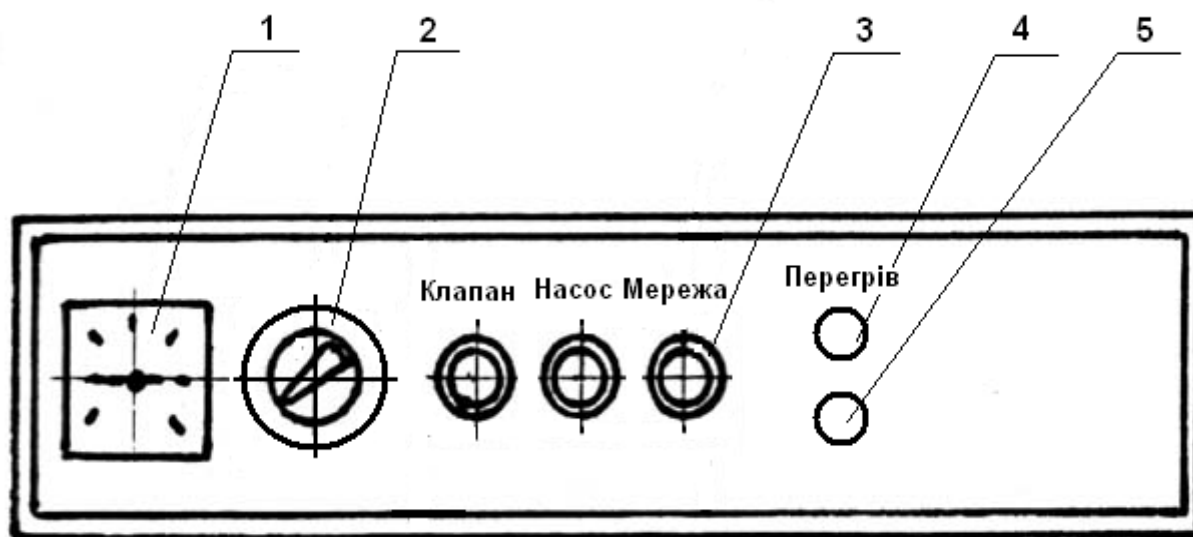

Рисунок 3. Пульт управления
6.1.6 Для соответствия действительной температуры воды в отопительном аппарате с показаниям температуры на указателе температуры (поз.1 рис.3) необходимо заполнить наклонную гильзу для термобаллонов, расположенную под коробом (поз.7 рис.1), маслом типа индустриальное ГОСТ 20799-75, швейное ГОСТ 973-50 и т.п.
- повернуть ручку термостата поз.2 рис.3 по часовой стрелке до упора;
- включить НАСОС, при этом загорится индикаторная лампочка, включится насос и произойдет циркуляция теплоносителя в системе отопления, о чем будет свидетельствовать понижение температуры на указателе поз.1 рис.3;
7.2.5 Конструкцией предусмотрен ограничитель температуры (SK2), отключающий аппарат при повышении температуры воды выше 95°С, о чем свидетельствует сигнальная арматура поз.4 (рис. 3). Повторный запуск аппарата возможен после остывания воды ниже 95°С нажатием кнопки возврата поз.5 (открутив колпачок).